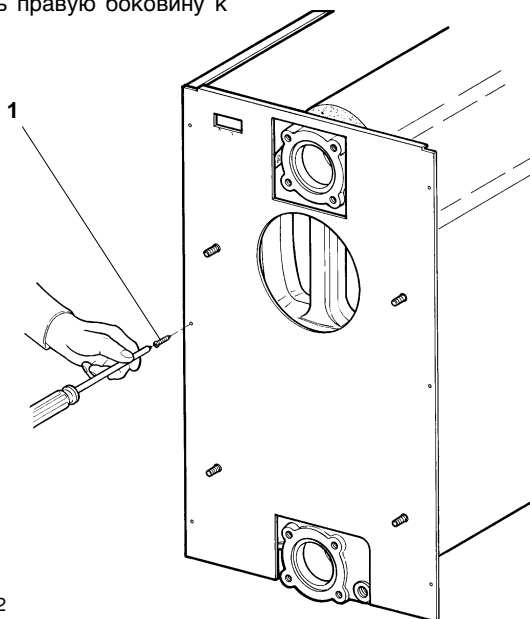

Рис. 12
4.08 (Рис. 12) Прикрепить правую боковину к задней панели винтами 1.
4.10 После этого прикрепить левую боковину к задней панели винтами 1, как это делалось для правой боковины (рис. 12).